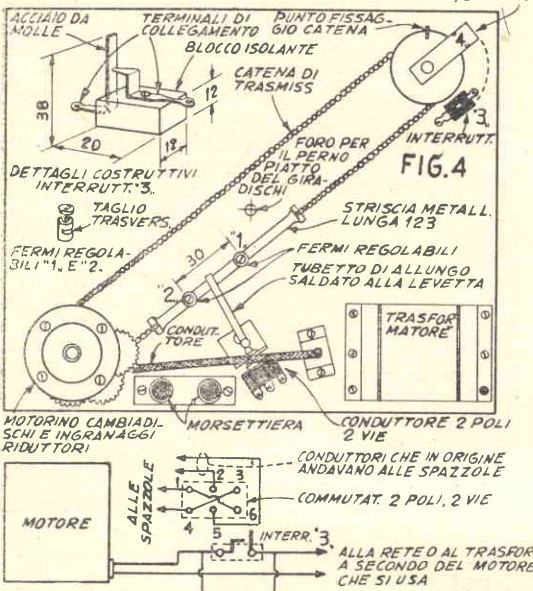

FIG. 5
Nella fig. 5 è lo schema elettrico del dispositivo; credo che la sua interpretazione non presenti alcuna difficoltà.
Dopo avere esaminato il da farsi sul lato inferiore del basamento del cambiadischi, rimane da sistemare il complesso visibile in fig. 6: ciò fatto il cambiadischi sarà praticamente terminato. A questo punto tornerà utile l'illustrazione del funzionamento del meccanismo. Per iniziare, immaginiamo che il complesso stia suonando un disco; il braccio del pick-up ruota lentamente sul proprio perno mentre la testina segue la spirale del disco; questo stato dura sino a che la spirale non è stata esplorata sino al centro del disco. A questo punto, interviene l'interruttore (Z), fig. 6, che viene chiuso e completa così il circuito elettrico di fig. 5. Immediatamente il motorino del cambiadischi viene posto in rotazione ed a sua volta fa girare le colonnine del meccanismo per il cambio dei dischi. Quando queste colonnine hanno compiuto poco meno di un terzo di giro su se stesse, uno dei fermi fissati sulla striscetta che trattiene le estremità della catena entrerà in contrasto con il prolungamento della levetta dell'interruttore a due vie due posizioni e determinerà lo scatto di quest'ultimo (vedi fig. 4), il che determinerà l'inversione del senso di rotazione del motore; questo continuerà la sua rotazione all'indietro fino a che l'altro fermo avrà fatto scattare di nuovo la levetta dell'interruttore nella posizione di partenza, invertendo nuovamente il senso di rotazione del motore, allorché sia le colonnine che tutto il resto del